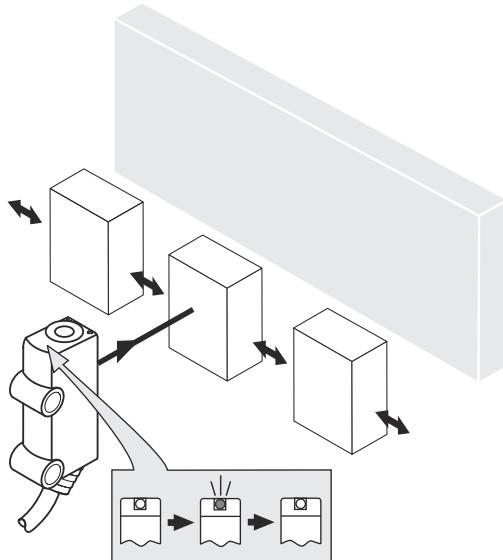

図 4: 優先方向
4. センサに対して対象物が検出可能な方向にあることを確認してください。参照図4、ページ95